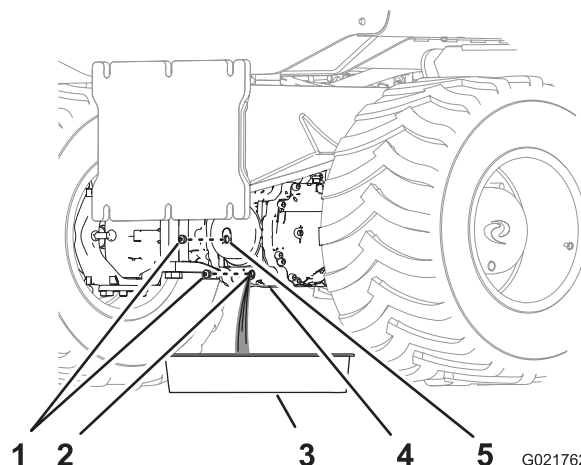
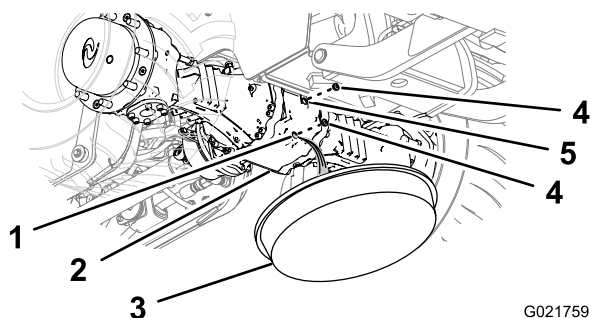

Рисунок 69
Рисунок 68
1. Поместите сливной поддон под картер ведущей шестерни моста (Рисунок 68 и Рисунок 69).
2. Отверните пробки смотрового и сливного отверстий картера ведущей шестерни (Рисунок 68 и Рисунок 69).